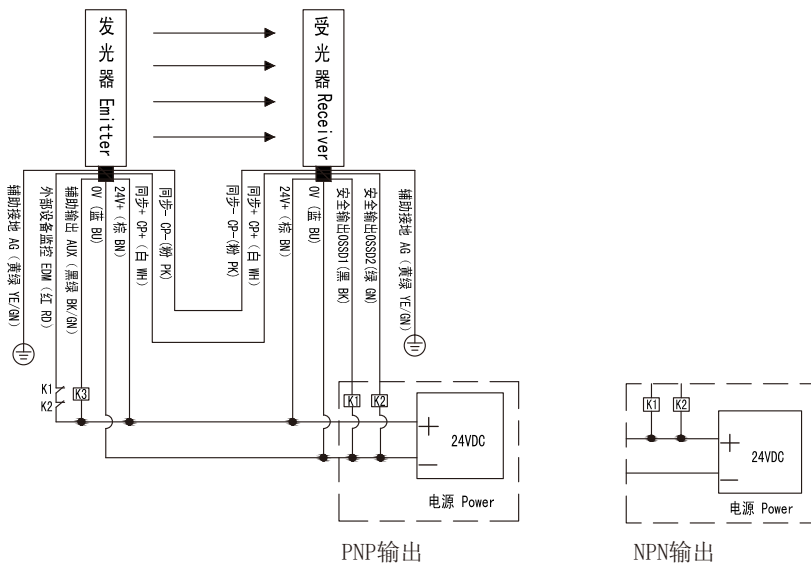
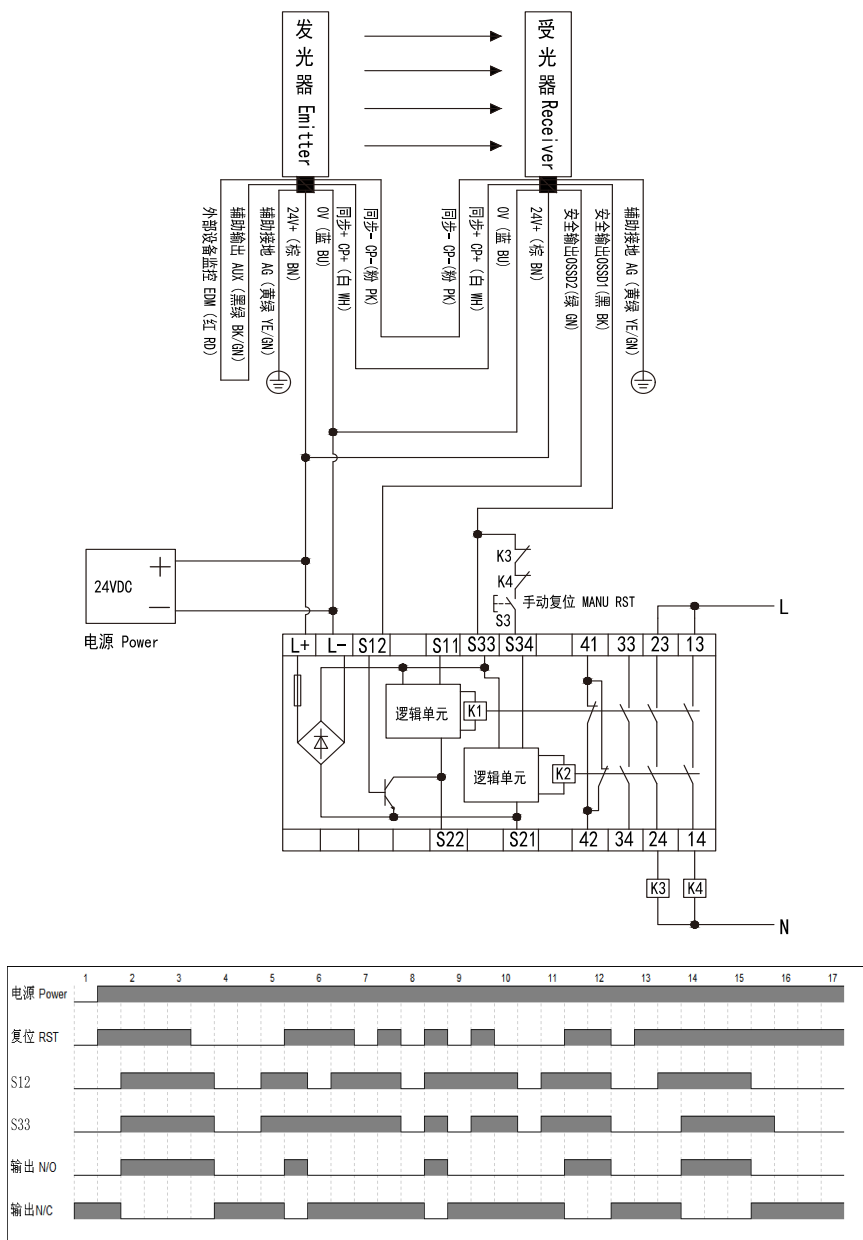

图6-1 SND/E系列安全光幕接线图
图6-5 SND/E系列安全光幕配SR4P3A1B24接线图、时序图
- ◆ 图6-1、6-2中K1、K2、K3，图6-5、6-6、6-7、6-8、6-9中K3、K4为外部设备，应选用具有强制导向结构的继电器或电磁接触器。